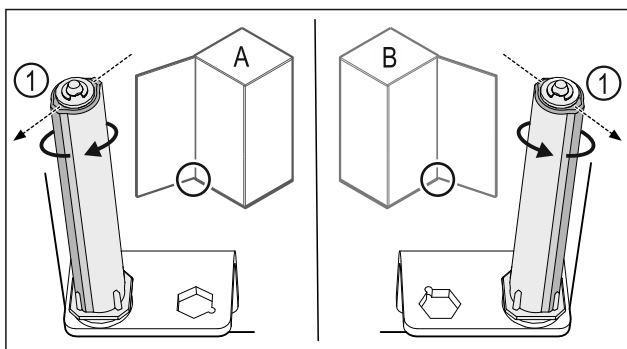

Fig. 38 Ľavý doraz (A)/pravý doraz (B)
- ▶ Otáčajte systém zatvárania proti odporu, kým nebude mostík systému zatvárania Fig. 38 (1) ukazovať von.